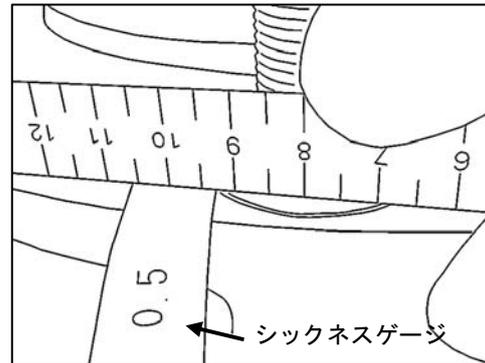

図4
3. 1箇所未摩耗部に直定規を密着させ、脇にて段差を計測する。(図4)